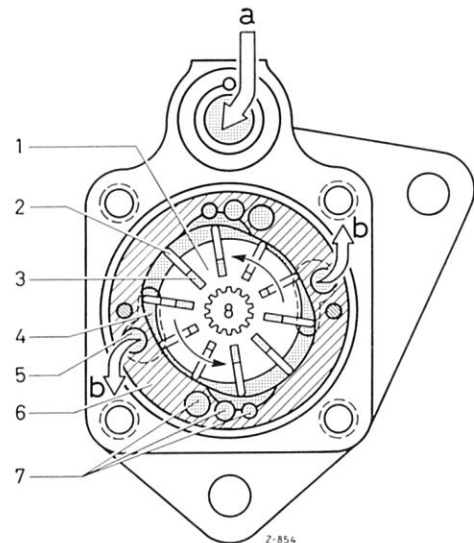

Bild 46–22/9
17 Pumpenflügel (2) so in die Nuten des Läufers (1) einsetzen, daß die abgerundeten Seiten nach außen zum Kurvenring (6) zeigen (Bild 46–22/9).